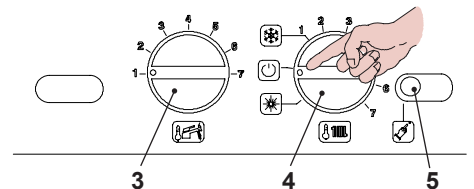

Fig. 5.64
- Per uscire dalla programmazione posizionare il selettore di funzione / manopola regolazione temperatura riscaldamento 4 come indicato in Fig. 5.64.